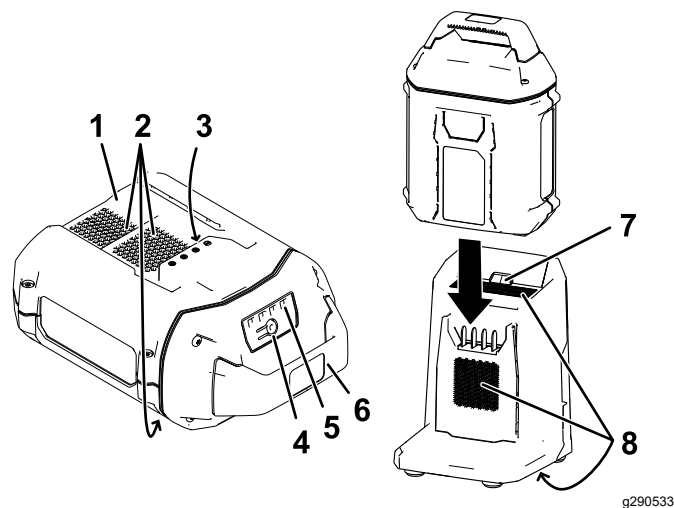

Figura 16
2. Alinee el hueco de la batería (Figura 16) con la lengüeta del cargador.
3. Introduzca la batería en el cargador hasta que esté completamente asentada (Figura 16).